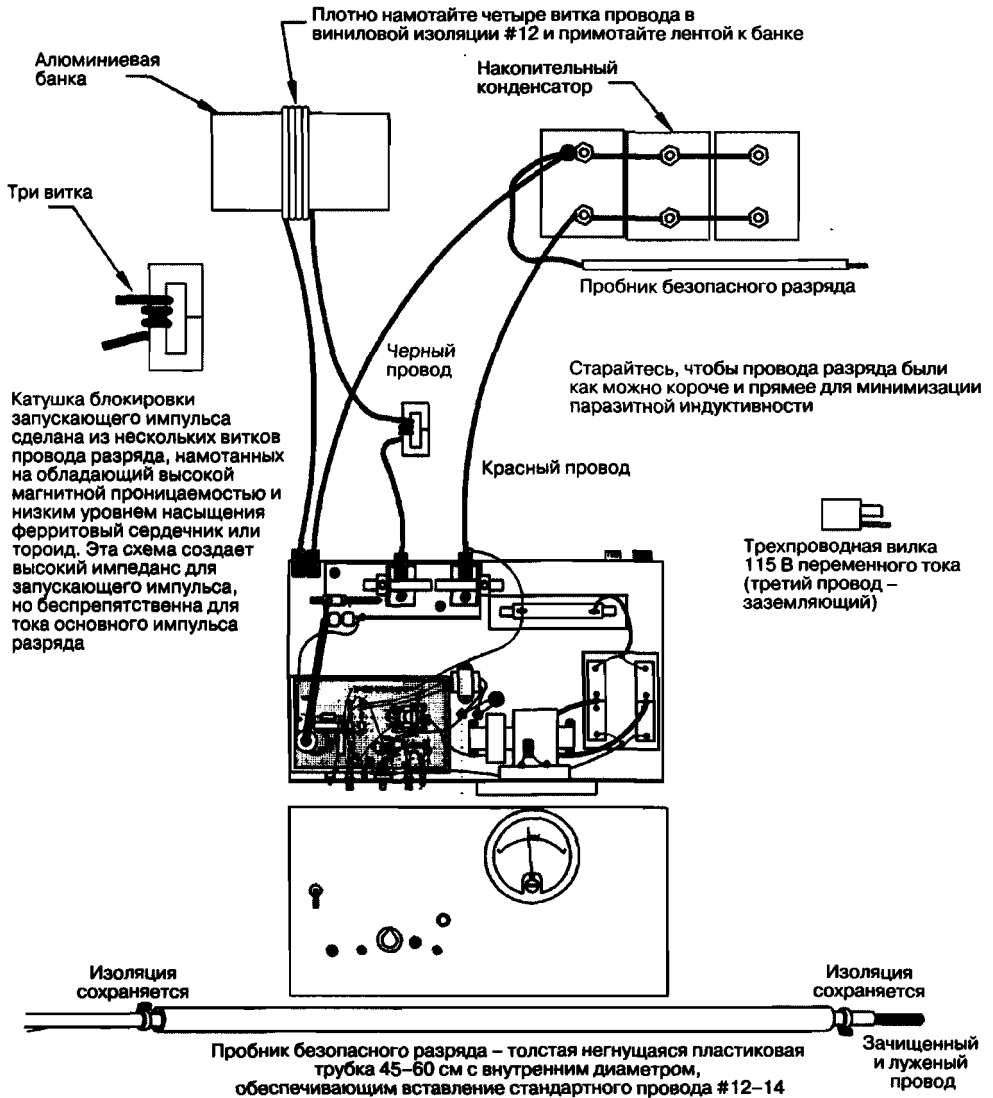

Рис. 7.2. Подключение магнитного деформатора банк
1. Соберите деформирующую и блокирующую катушки, как показано на рис. 7.2.